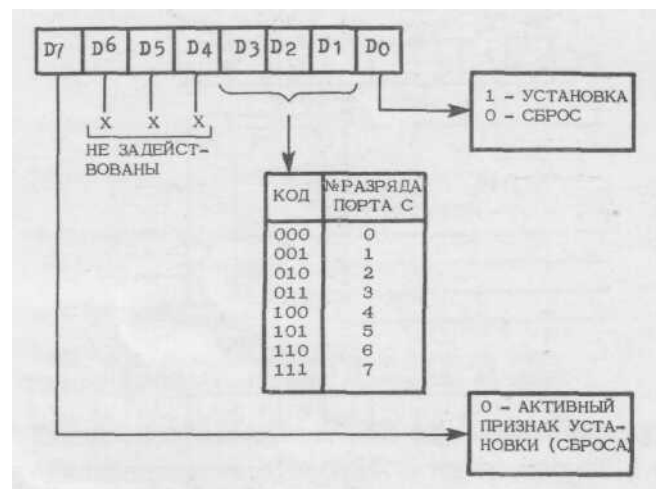

Рис. 9.3. Формат управляющего слова установки (сброса) разрядов регистра порта С
2. Управляющее слово установления разрядов регистра с в состояние лог. 1 или сброса в состояние лог. 0 (разряд 7 - в состоянии лог. 0). Любой из 8 разрядов регистра порта С может быть программным способом установлен в состояние лог. 1 или 0. Для этого необходимо провести запись управляющего слова, формат которого показан на рис. 9.3, в интерфейс.